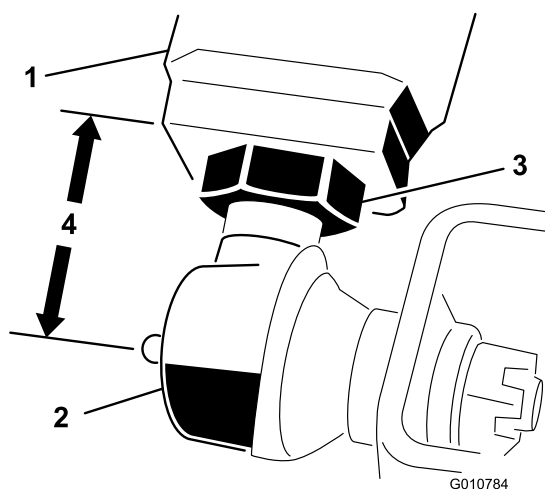

Figura 6
2. Meça a distância a partir da extremidade de cada braço de elevação para o centro da rótula esférica (bocal de lubrificação). A distância deve ser de aproximadamente 57 mm (Figura 6).